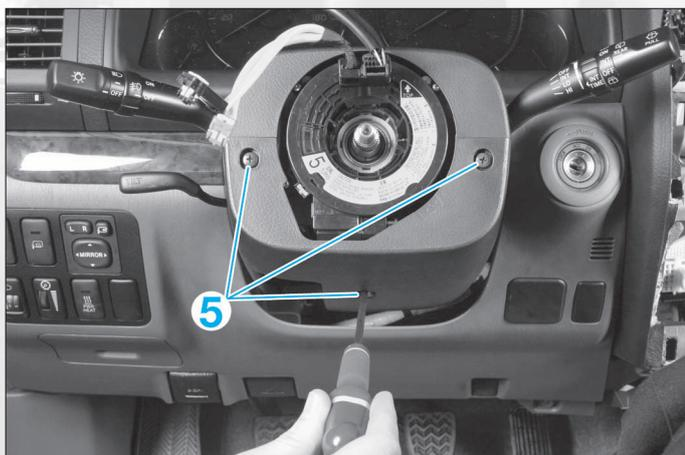

FIG. 4
- Dévisser les trois vis cruciformes (5), puis séparer les demi-coquilles de la colonne de direction pour les déposer (**fig. 4**).